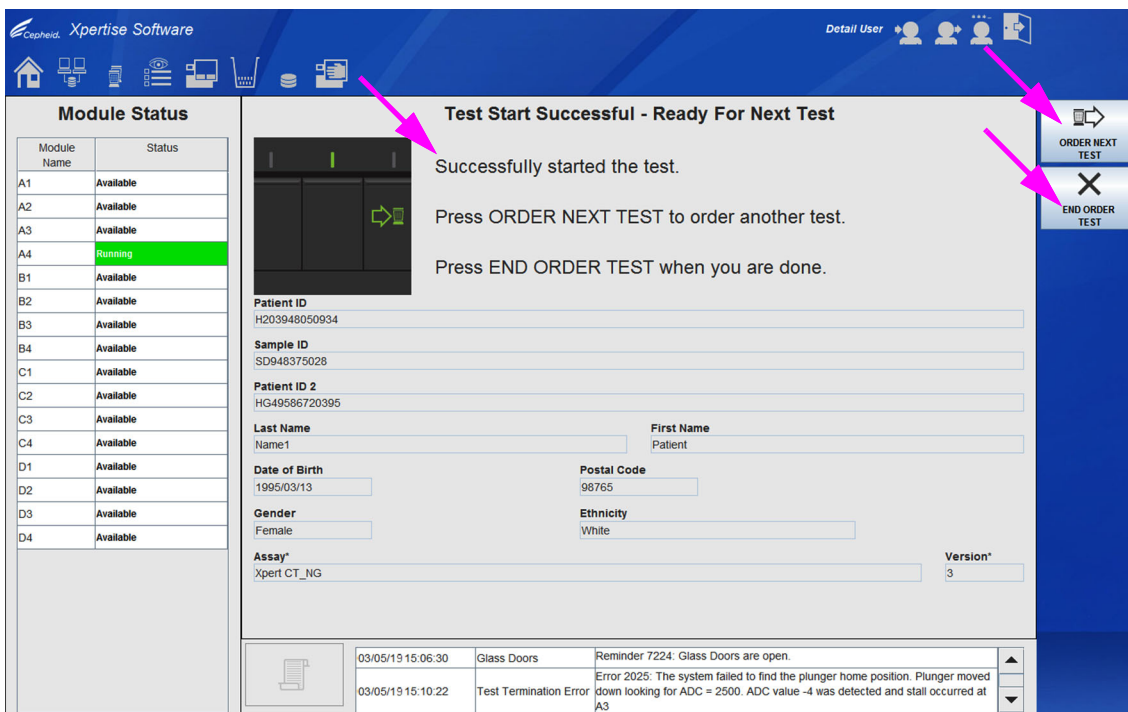

图 5-113. 测试成功开始 - 可以准备下一个测试 (Test Start Successful - Ready For Next Test) 工作区
成功装入检测盒且测试开始后，显示测试成功开始 - 可以准备下一个测试 (Test Start Successful - Ready For Next Test) 工作区。请参见图 5-113。
14. 在测试成功开始 - 可以准备下一个测试 (Test Start Successful - Ready For Next Test) 工作区（请参见图 5-113）中，Infinity System 将对在当前测试运行时指令另一个测试，或者从测试成功开始 - 可以准备下一个测试 (Test Start Successful - Ready For Next Test) 工作区退出提供指示。该工作区上提供的指示有：